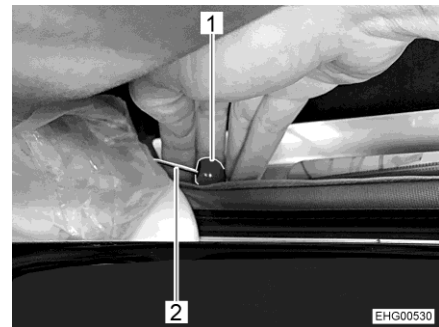

Bild 39 Nödupplåsning
- Dra i den röda knappen (Bild 39,1) på kabeln (Bild 39,2) på båda sidor.